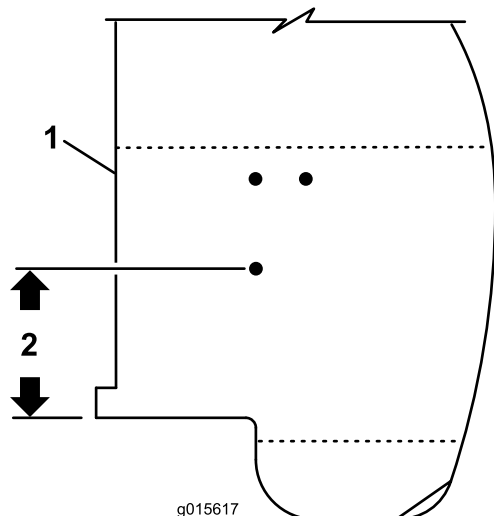

Figure 1
- Si le trou arrière se trouve à 9,5 cm du bord de l'aile, comme montré à la Figure 1, passez à l'opération 4.